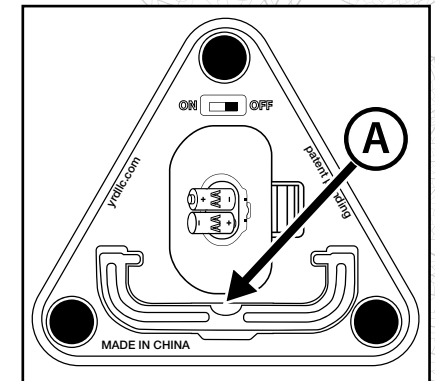

Abbildung 7
Schritt 5: Sie können den Table Guard Fly Fan™ auch am Haken an der Basis des Ventilators (Abbildung 7 (A)) aufhängen. Eine Kerbe im Haken sorgt dafür, dass der Ventilator gerade hängt..